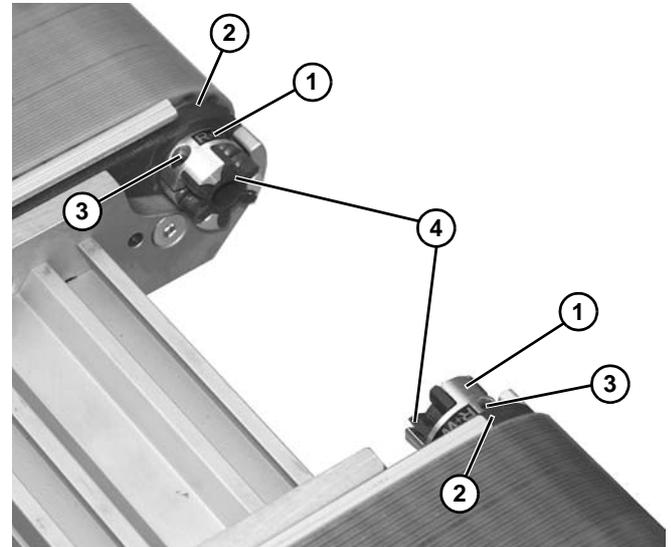

**Figura 26**
2. Instale el tornillo (**Figura 26, artículo 1**) en la placa del husillo (**Figura 26, artículo 2**).
3. Instale el tornillo (**Figura 26, artículo 3**) para sujetar la parte delantera de la placa. Repita este procedimiento en el lado opuesto.